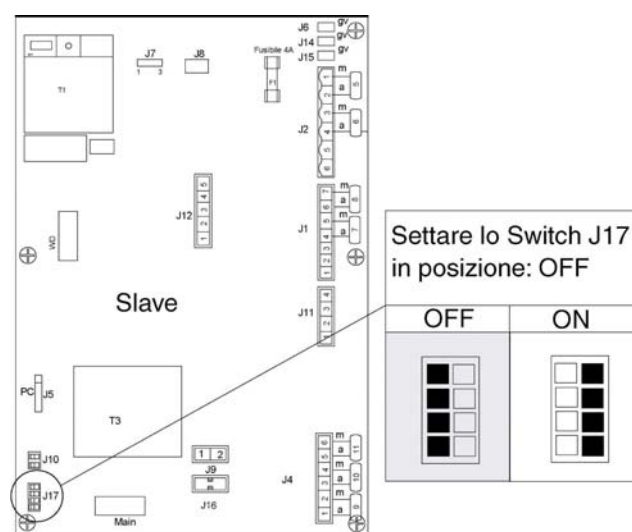

Figura 16
- Settare tutti e quattro gli interruttori J17 presenti su ogni Slave del gruppo termico nella posizione Off (Figura 16);